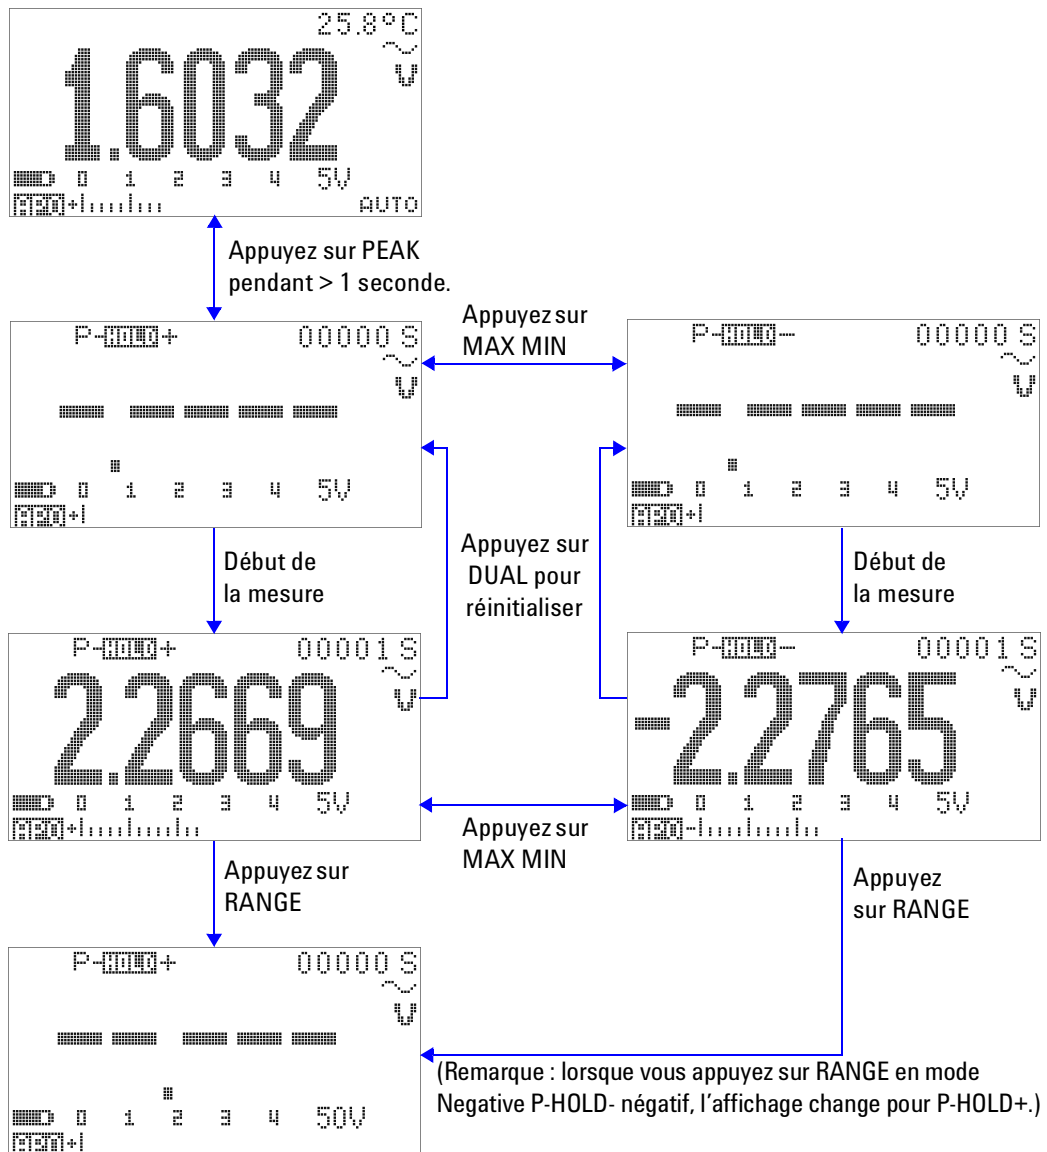

Figure 3-7 Fonctionnement en mode de gel de valeur de crête 1 ms
- 4 Dans l'exemple de mesure illustré à la Figure 3-7 à la page 68, le facteur de crête est $2,2669/1,6032 = 1,414$.